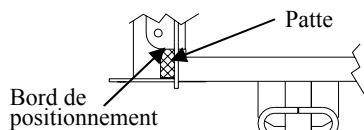

Figure 2
- Aligner le support côté passager sur le bord de positionnement et la patte (voir Figure 2) (s'assurer que l'attelage est aligné perpendiculairement au véhicule en veillant à ce que le support repose à plat contre le longeron de châssis) (voir Figure 4). Il se peut que le support côté passager doivent être poussé à plat contre le longeron. Utiliser ensuite l'attelage comme gabarit pour marquer l'emplacement des trous à percer. Percer des trous de 1/2 po de diamètre.
- Facultatif : Abaisser l'attelage pour percer deux (2) trous de 1/2 po dans les longerons. Répéter l'étape 4.